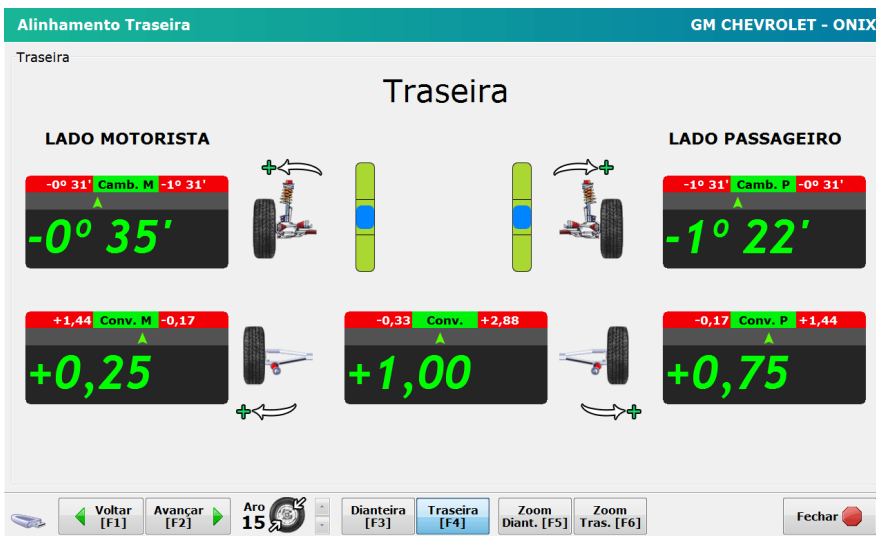

Figura 8 - Leitura final traseira ok
- [F4] Tela de ajuste Alinhamento Traseiro. Figura 8.